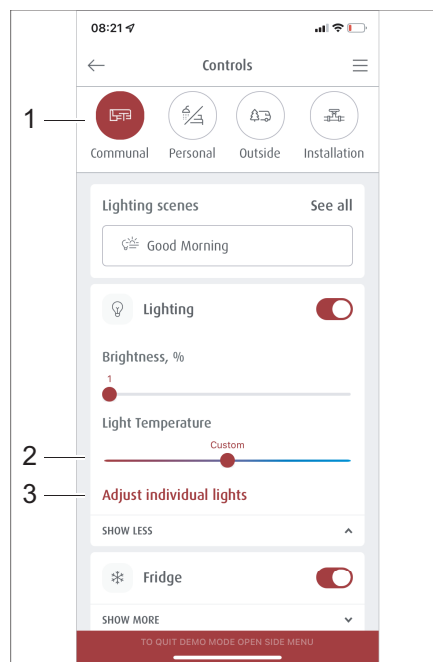
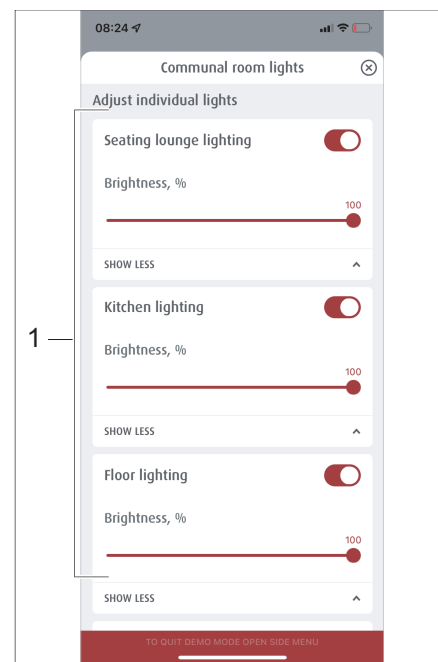

Fig. 283 Selección de escenarios preparados
Fig. 284 Gestión de escenarios
- Presionar en el menú *Manejo* la opción *Vivir y estar* (Fig. 283,1).
- Presionar en el menú *Vivir y estar* en *Ajustar luces de manera individual* (Fig. 283,3).
Se abre el menú *Ajustar luces de manera individual* (Fig. 284).
- En la selección de iluminación (Fig. 284,1) seleccionar la iluminación deseada y usar el control deslizante (Fig. 283,2) para ajustar la temperatura de la luz.